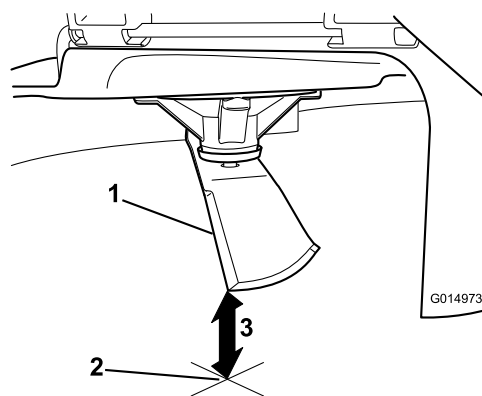

Figura 115
3. Mida desde la punta de la cuchilla hasta la superficie plana (Figura 115).